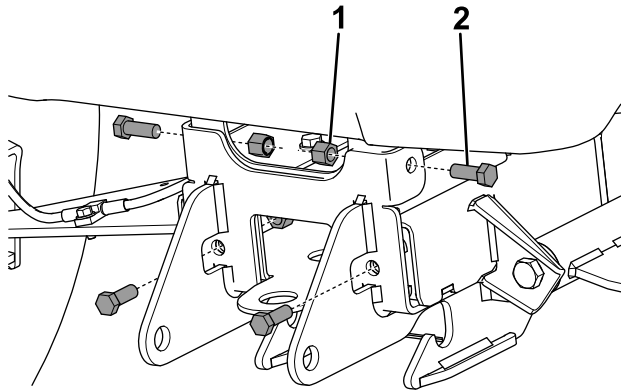

Figura 3
4. Sujete la placa de protección del quitanieves al bastidor del vehículo a través de los taladros del paso 2, usando 4 pernos y contratuercas, y apriete las fijaciones a mano solamente (Figura 3).